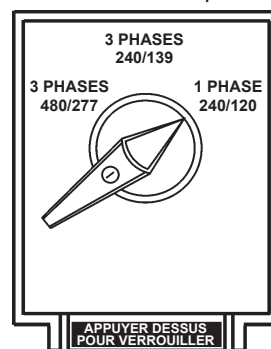

**Figure 27. Commutateur de sélection de tension
1. Mettre le commutateur de sélection de tension dans la position 1Ø 240/120 comme indiqué dans la Figure 27.